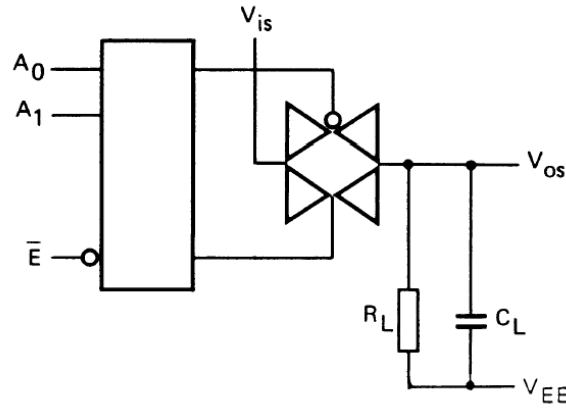

图 3
- $R_L=10K\Omega$  到  $V_{EE}$ ;  $C_L=50pF$  到  $V_{EE}$ ;  $\overline{E}=V_{SS}$ ;  $V_{is}=V_{DD}$  (方波); 如图 3 所示
- $R_L=10K\Omega$ ;  $C_L=50pF$  到  $V_{EE}$ ;  $\overline{E}=V_{SS}$ ;  $An=V_{DD}$  (方波); 测量  $t_{PLH}$  时  $V_{is}=V_{DD}, R_L$  到  $V_{EE}$ ; 测量  $t_{PHL}$  时  $V_{is}=V_{EE}, R_L$  到  $V_{DD}$ , 如图 3 所示
- $R_L=10K\Omega$ ;  $C_L=50pF$  到  $V_{EE}$ ;  $\overline{E}=V_{DD}$  (方波); 测量  $t_{PHZ}$  和  $t_{PZH}$  时,  $V_{is}=V_{DD}, R_L$  到  $V_{EE}$ ; 测量  $t_{PLZ}$  和  $t_{PZL}$  时;  $V_{is}=V_{EE}, R_L$  到  $V_{DD}$ ; 如图 3 所示
- $R_L=10K\Omega$  到  $V_{EE}$ ;  $C_L=15pF$  到  $V_{EE}$ ;  $\overline{E}$  或  $An=V_{DD}$  (方波); 干扰是  $|V_{os}|$  (峰值); 如图 3 所示